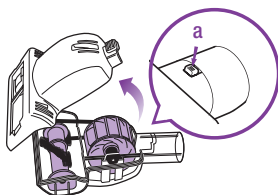

Fig. 26
- 1 Faites glisser le loquet de verrouillage (a) vers l'avant et faites basculer le couvercle inférieur vers le haut pour l'enlever. (Fig. 26)